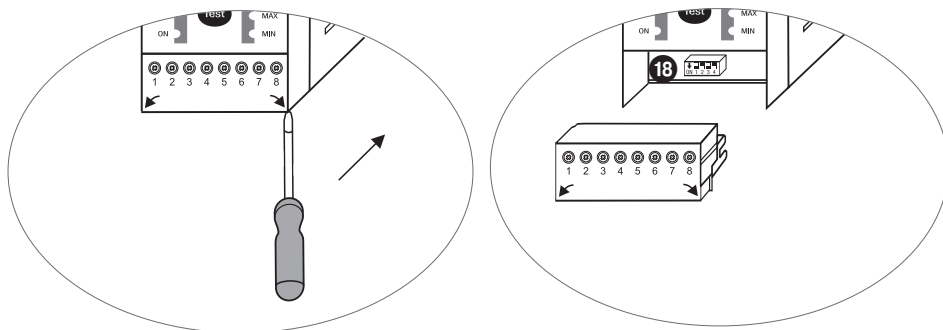

Fig. 11
- **Untere Klemmleiste abziehen. Fig. 11**
- Untere und obere Klemmleiste abziehen **Fig. 11**.